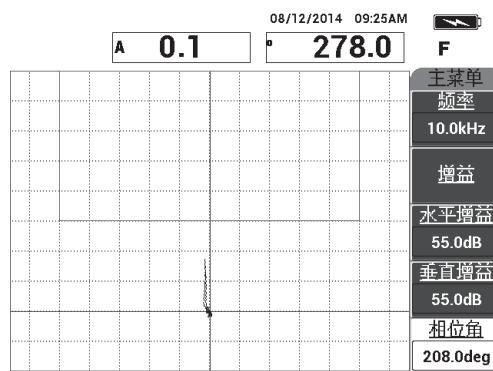

图 6-25 调整了角度后朝上指向的信号
4. 按相位角 (E 键), 然后调整信号的角度, 使信号朝上指向报警框 (参见第 130 页的图 6-25)。